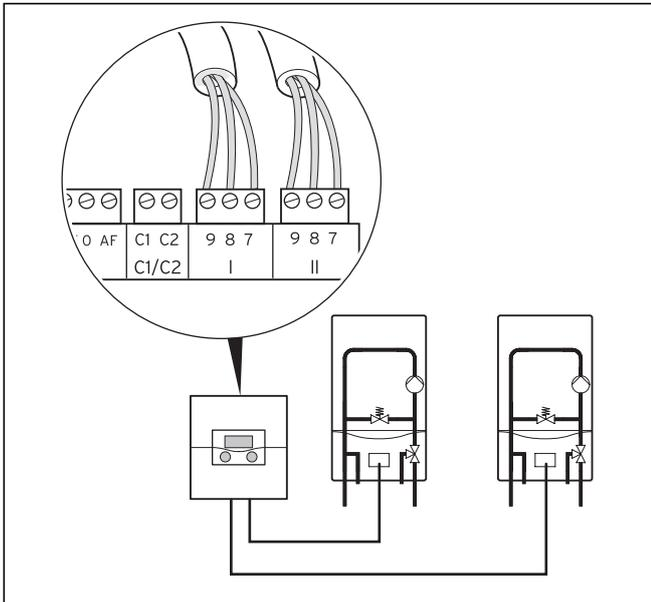

Abb. 5.14 2er-Kaskade anschließen
- Schließen Sie eine 2er-Kaskade direkt am Wandaufbau an (→Abb. 5.14).